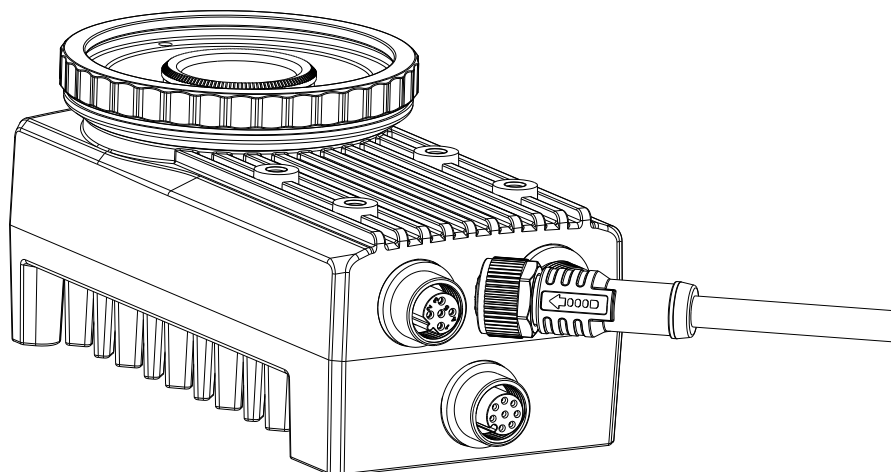

图2-8 设备 USB/扩展接口接线
3. 若需要使用 USB/扩展接口板扩展，按照正确的接线方式接在设备的 USB/扩展接口板扩展接口处，如图 2-8 所示，此为不含光源和镜头罩的 X86 开放平台示意图。扩展接口板接口定义请参考 1.4.5 章节，外接 USB 扩展口定义请参考 1.4.6 章节。